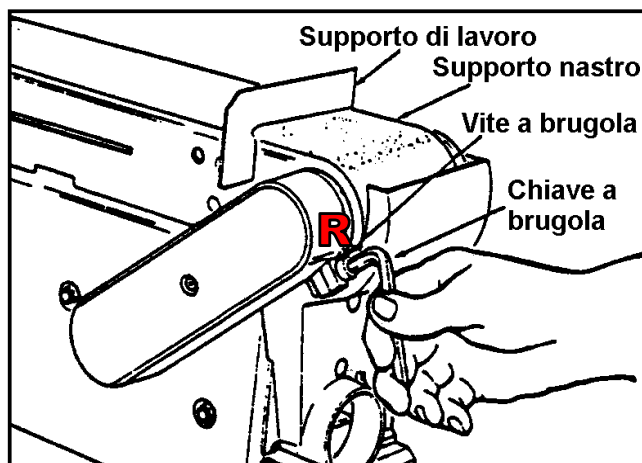

Figura 35 – Vite di bloccaggio telaio porta-nastro Art. 0505.
1. Allentare la vite di bloccaggio (R) del telaio porta-nastro, ruotandola in senso antiorario, come mostrato in figura 35. A questo proposito, utilizzare una chiave a brugola (da 6 mm).